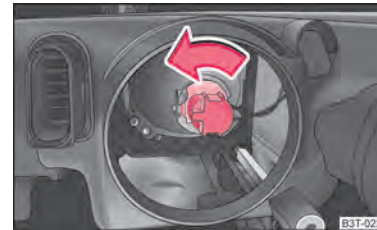

Abb. 205 Ausbau der Glühlampe für Abblendlicht
- Den Stecker mit der Glühlampe bis zum Anschlag nach links drehen und herausnehmen ⇒ Abb. 205.